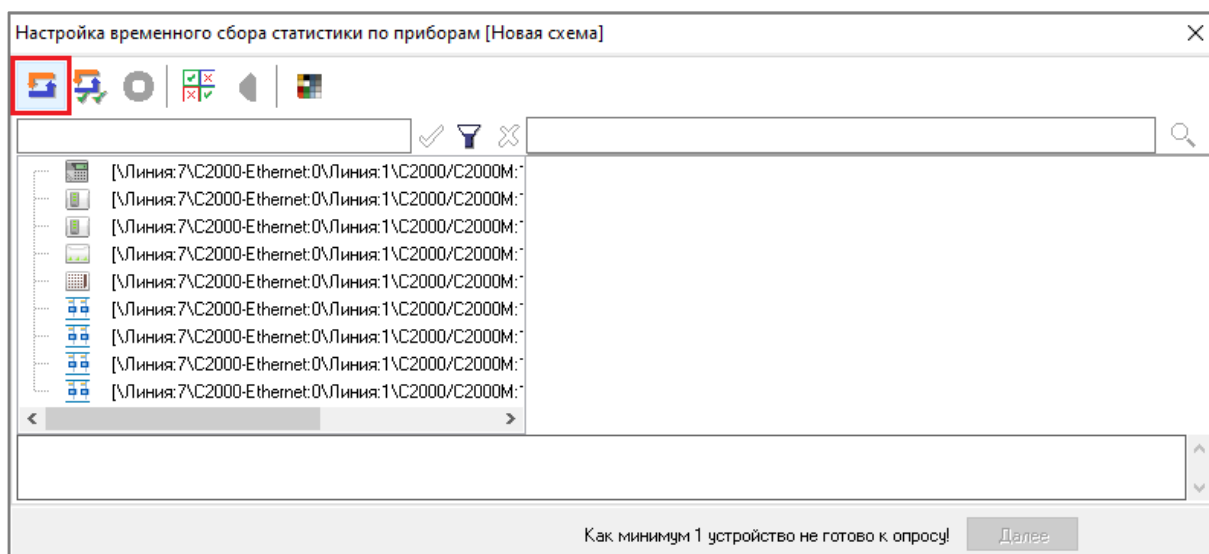

Рисунок 12-150 Запуск процесса инициализации всех объектов списка инициализируемых объектов
- чтобы запустить процесс инициализации всех объектов списка инициализируемых объектов (см. п. 12.6.7.3.2.1), нажмите кнопку «Инициализировать все элементы» (см. Рисунок 12-150);